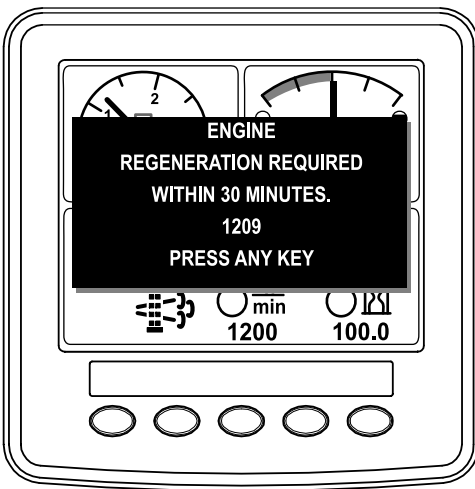

Figura 63
- Se ignorar o pedido de regeneração em estacionamento (apresentado no InfoCenter) e continuar a utilizar a máquina (Figura 63), pode acumular-se uma grande quantidade de fuligem no DPF.